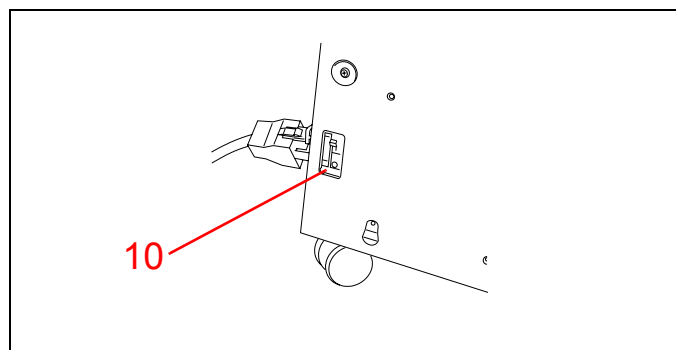

Figur 2
**Peg på tænd/sluk-kontakten.** Se figur 2.